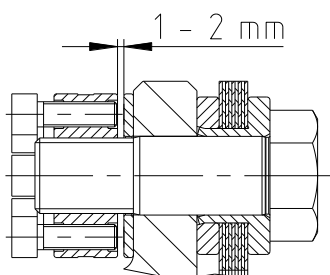

Figura 29
- Parafusos de pressão na porca de fixação não deve sobressair o lado de pressão (ver figura 29).
- Depois solte a porca de aperto até que haja um intervalo de 1-2 mm (ver figura 29).